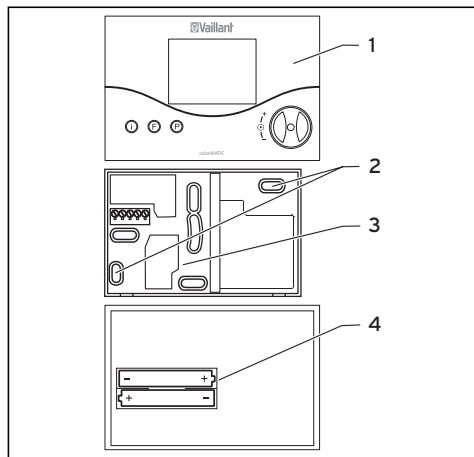

Fig. 9.2 Montage du régulateur de la température ambiante
- Percez deux trous de fixation **(2)** de 6 mm de diamètre (conformément à la fig. 9.2), insérez ensuite les chevilles fournies.
- Insérez les piles fournies dans le compartiment à piles situé à l'arrière du régulateur (fig. 9.2, Pos. 4). Veillez à respecter la polarité des piles.